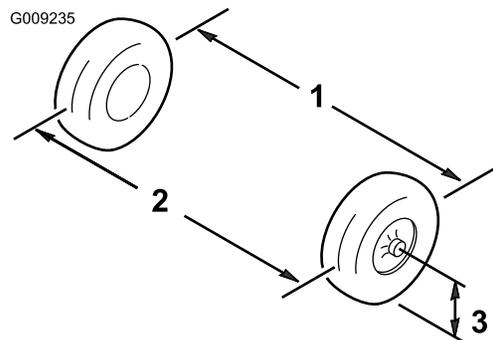

Рисунок 41
2. Измерьте расстояние между обеими передними шинами на уровне моста, с передней и задней стороны передних шин (Рисунок 41).